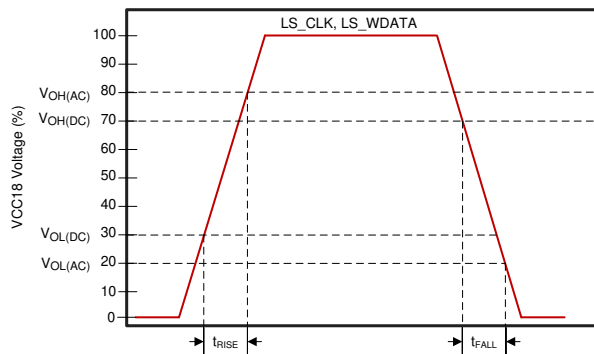
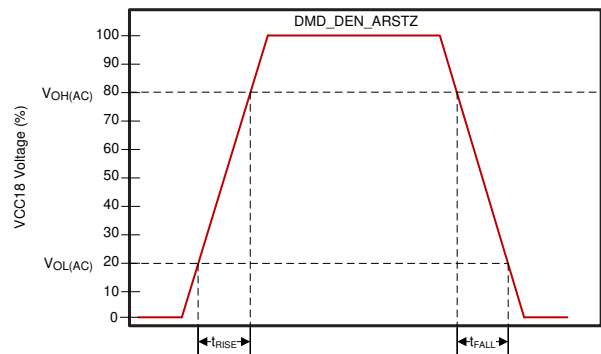

図 5-3. LS_CLK と LS_WDATA のスルーレート
図 5-4. DMD_DEN_ARSTZ スルーレート
- (1) $V_{OH(AC)}$ の最大値はオーバーシュートに適用されます。DMD_LS_WDATA ラインと DMD_LS_CLK ラインに適切な 43Ω 直列終端抵抗が含まれている場合、DMD は LPSDR 入力 AC 仕様内で動作します。
- (2) $V_{OL(AC)}$ の最小値はアンダーシュートに適用されます。DMD_LS_WDATA ラインと DMD_LS_CLK ラインに適切な 43Ω 直列終端抵抗が含まれている場合、DMD は LPSDR 入力 AC 仕様内で動作します。
- (3) DMD_LS_CLK と DMD_LS_WDATA の立ち上がり / 立ち下がり時間については、図 5-3 を参照してください。DMD_DEN_ARSTZ の立ち上がり / 立ち下がり時間については、図 5-4 を参照してください。